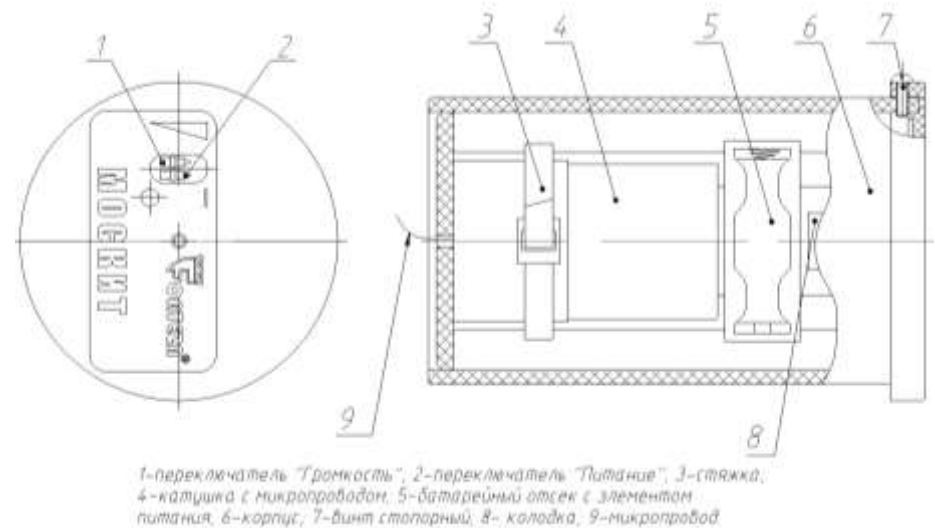

Рисунок 1
4.1 Извлечь извещатель из чехла и включить его переключателем 2, см. рис.1 (полож. 1) при оборванном конце микропровода.
Если извещатель исправен, он выдает прерывистый звуковой сигнал. Установить нужную громкость переключателем 1, см. рис. 1.
4.6 При снятии с охраны извещателя необходимо: отключить питание переключателем 2, см. рис. 1 (положение 0), оборвать микропровод на расстоянии 5...10см от извещателя и поместить извещатель в чехол.
5.1 Для замены батареи необходимо (см. рис. 1) отключить питание переключателем 2, отвернуть стопорный винт 7, снять корпус 6, заменить батарею в отсеке 5, соблюдая полярность, собрать извещатель в обратной последовательности.
5.2 Для замены катушки с микропроводом 9 необходимо (см. рис. 1) отключить питание извещателя, отвернуть стопорный винт 7, снять корпус 6, отстегнуть стяжку 3, отключить провода старой катушки от колодки 8, извлечь остатки старой катушки 4, продеть микропровод 9 новой катушки в отверстие, закрепить новую катушку стяжкой 3, подключить разделанные провода катушки 4 к колодке 8 на плате (полярность безразличная), собрать в обратной последовательности.